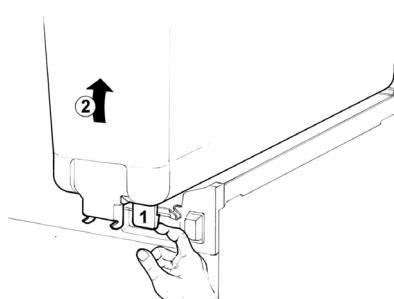

figura 3
- 2 Togliere il contenitore vuoto sollevandolo **dal lato rubinetto** e sfilandolo dalla guarnizione (vedere figura 3).